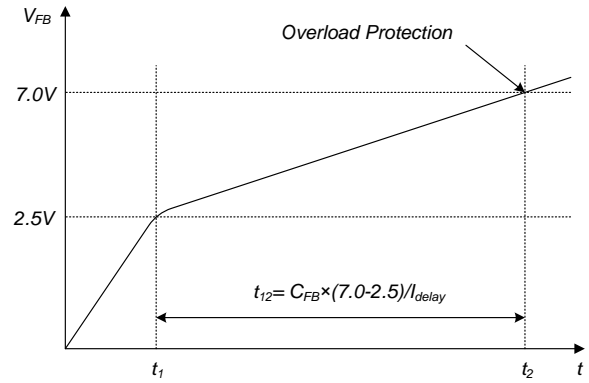

图 20. 过载保护
**4.1 过载保护 (OLP):** 过载定义为因意外异常事件导致超过其正常电平的负载电流。在这种情况下, 应触发保护电路以保护 SMPS。但是, 即使 SMPS 正常工作, 仍可在负载变化期间触发过载保护电路。为了避免出现这种不必要的工作状况, 过载保护电路设计为仅在一定时间后触发, 以确定这是瞬态情况还是真正的过载情况。由于逐脉冲限流功能, 通过 SenseFET 的最大峰值电流受限; 因此, 最大输入功率通过给定输入电压来限制。如果输出功率大于此最大功率, 输出电压 ( $V_{OUT}$ ) 将降至低于设定电压。这减小了通过光电耦合器 LED 的电流, 这也减小了光电耦合器晶体管电流, 由此提高了反馈电压 ( $V_{FB}$ )。如果  $V_{FB}$  超过 2.5V, D1 将受阻并且  $2.0\mu A$  电流源开始对  $C_{FB}$  缓慢充电。在这种情况下,  $V_{FB}$  继续增大直至达到 7.0V, 然后开关操作终止, 如图 20 所示。关断延迟是使用  $2.0\mu A$  对  $C_{FB}$  从 2.5V 充电至 7.0V 所需的时间。25 ~ 50ms 延迟通常是大多数应用的延迟时间。此保护在自动重启模式中实施。